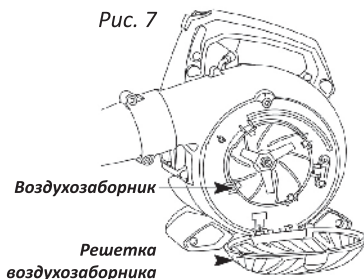

Рис. 7
3. Держите решетку воздухозаборника открытой при установке труб пылесоса (Рис. 7).